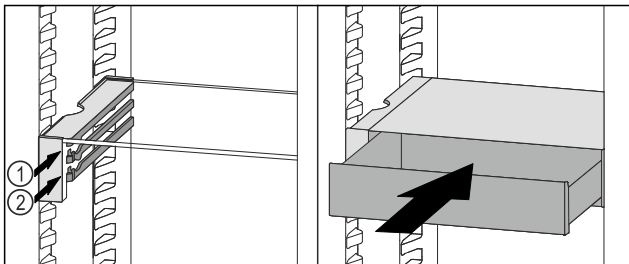

Fig. 44
- Placer le tiroir VarioSafe derrière les butées sur la nervure désirée Fig. 44 (1) ou Fig. 44 (2).